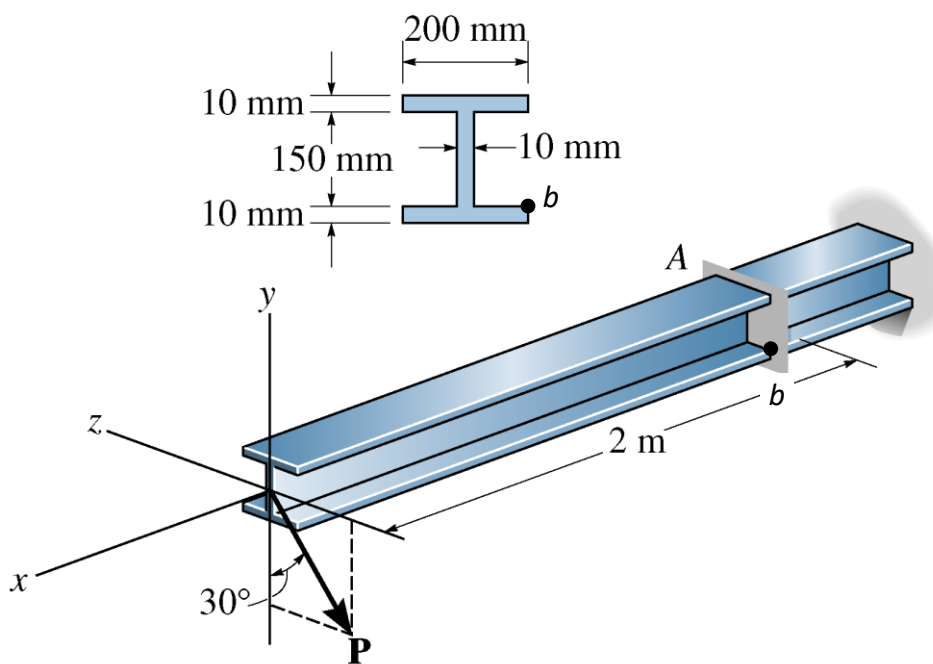

Figura 4.18
4.6.2 Trace o estado de tensão do ponto b da Secção A da Figura 4.18.